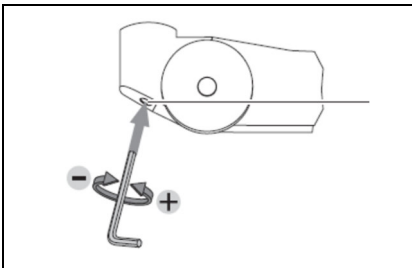

Bild 24: Einstellung der Federkraft
4. Die Federkraft wird neu eingestellt indem man den Inbusschlüssel (Bild 24) in Richtung der Markierungen "+" oder "-" dreht.